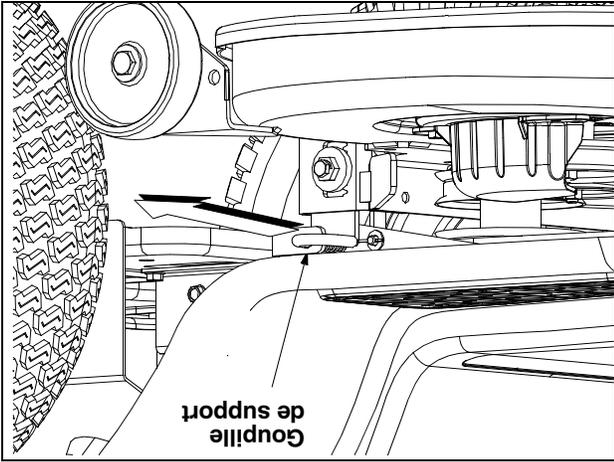

Figure 22
- Sortez la goupille de support du plateau pour dégager celui-ci de la tige de relevage du plateau de coupe. Voir la Figure 22.